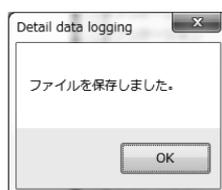

図26
- ⑧ ツールバーの  ボタン、またはメニューの「Chart and Recording」 - 「Recording」 - 「Stop」をクリックするとロギングを停止（ファイルへの書き込みを終了）し、ファイルが完成します。次のメッセージボックス（図26）が表示されますので、「OK」ボタンをクリックしてください。